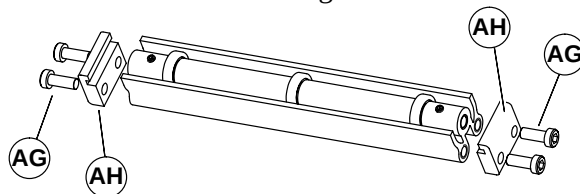

Abbildung 15
1. Die Lage der Stützrollen feststellen. Vergrößerte Ansichten siehe Abbildung 15.
2. Schrauben (AG siehe Abbildung 15) und Clips (AH) von der Stützrollenbaugruppe entfernen.